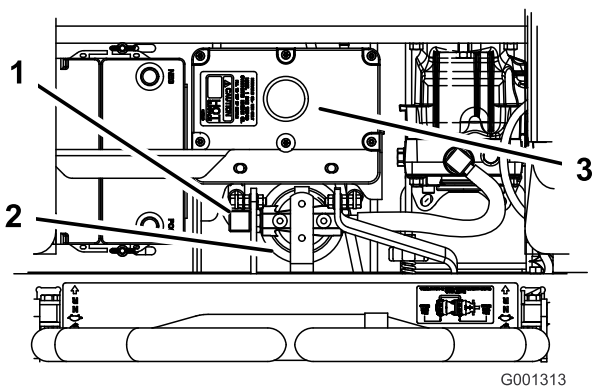

Figura 77
4. Retire el manguito hidráulico de la derecha a su entrada en el adaptador (Figura 77).
6. Vuelva a instalar el manguito hidráulico de la derecha en el adaptador (Figura 77).